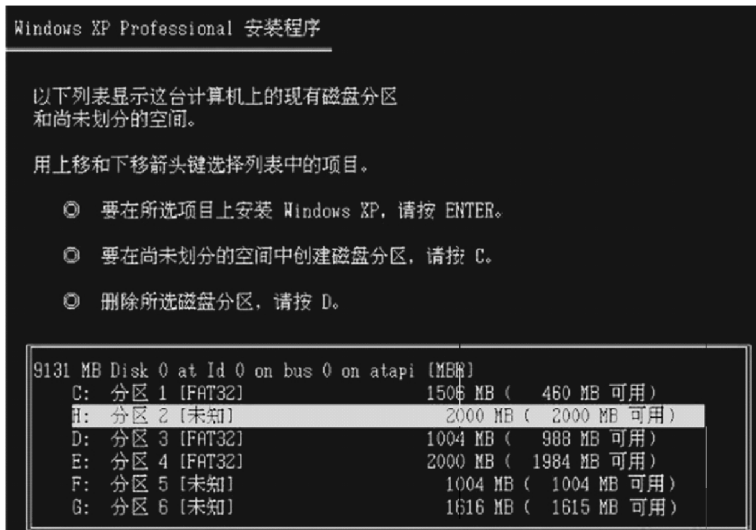

图 3-61 选择硬盘分区界面
3) 同意最终用户许可协议后，系统将进入选择硬盘分区界面，显示当前硬盘分区信息及未划分的空间信息内容，如图 3-61 所示。可根据实际情况选择安装 Windows XP 的磁盘分区。